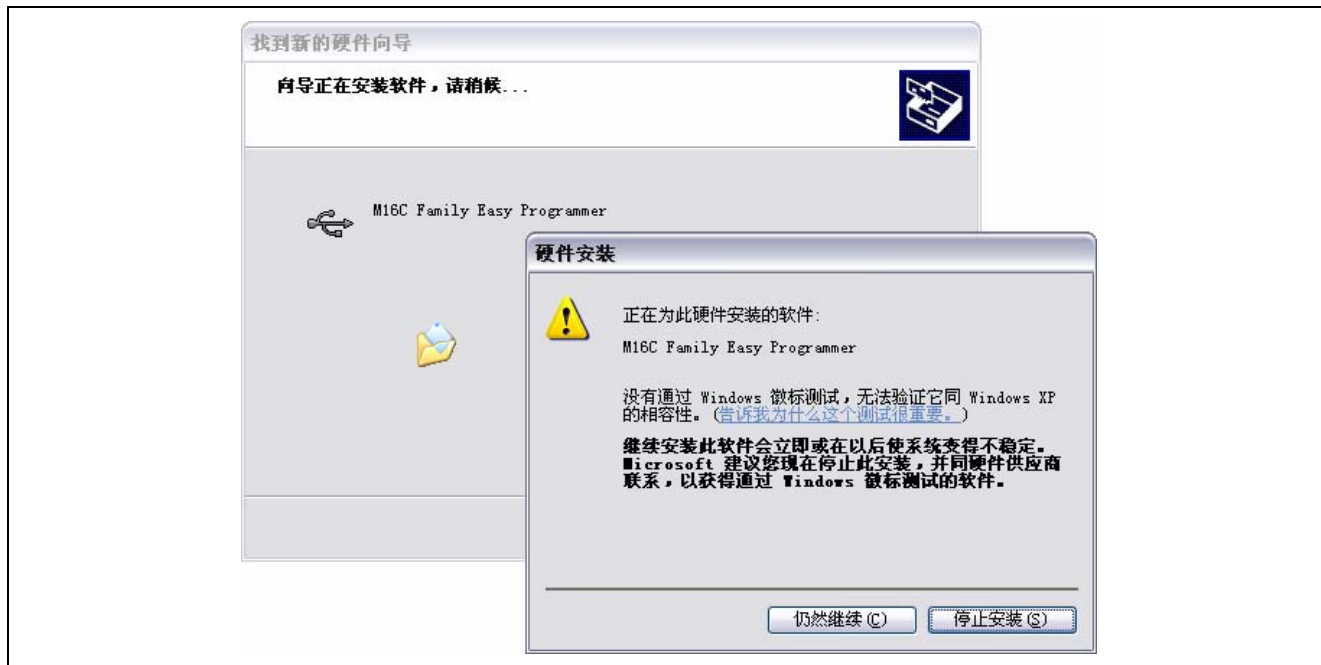

图 3.7 警告对话框
(5) 由于安装程序不是微软公司出品，因此在安装的过程中，将会弹出如图 3.7 所示的警告对话框，选择“仍然继续 (C)”，安装完成后，在“找到新的硬件向导”窗口，单击“下一步”。